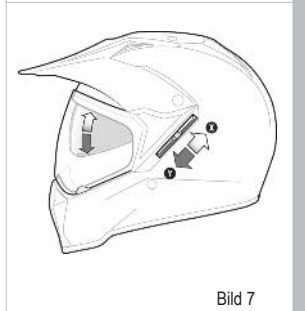

Bild 7
Siehe Abbildung 7
**Die integrierte Sonnenblende wird durch Bewegung des Knopfes seitlich links am Helm MX Tourer betätigt (siehe Abbildung 7).**